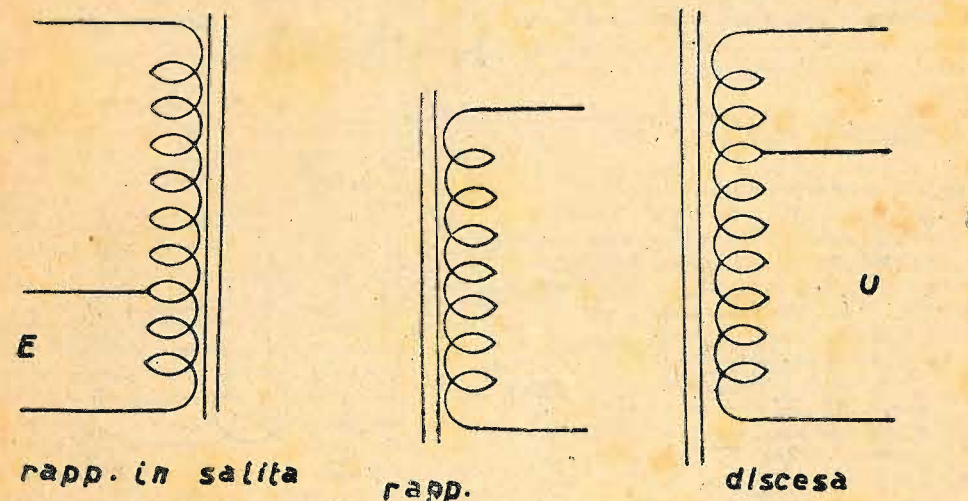

Fig. 2
(1) Sebbene non siano perfettamente di segno contrario possiamo considerarle tali.
noto che l'autotrasformatore come i trasformatori può funzionare nei due sensi (1). fig. 2
Riportandoci all'esempio di fig. 2 è chiaro che nel tratto B-C soltanto, scorrerà una corrente propria, mentre nel tratto A-B la corrente circolante sarà il risultato della somma algebrica delle due correnti induttrice ed indotta.